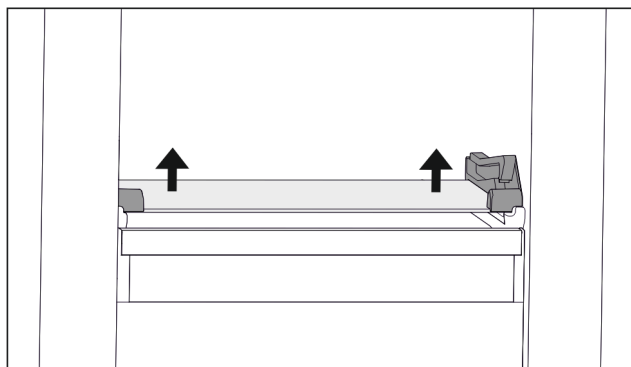

Fig. 35 Płyta szklana szuflady odchylanej
- ▶ Docisnąć płytę szklaną od dołu do góry po obu stronach. (patrz Fig. 35)